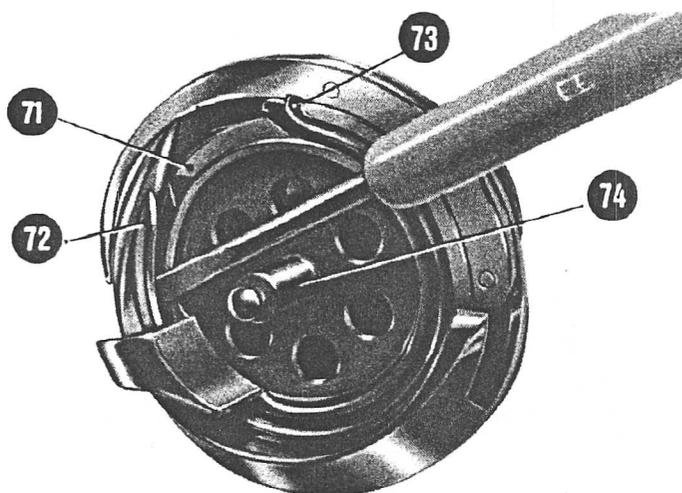

Abb. 26
Zu 11: Die BERNINA Kl. 317 ist mit dem patentierten Greifer, der die Maschine gegen sämtliche Bedienungsfehler unempfindlich macht, ausgestattet (siehe Abb. 26). Das Demontieren des Greifers erfolgt in folgender Weise: Nachdem man die Spulenkapsel mit der Spule vom Greifer abgezogen hat, dreht man den Greifer so, dass die Spitze des Fadenanschlages (71) des Spulenkapselträgers (74) unter die Spitze des federnden Laufbahnrings (72) zu liegen kommt.